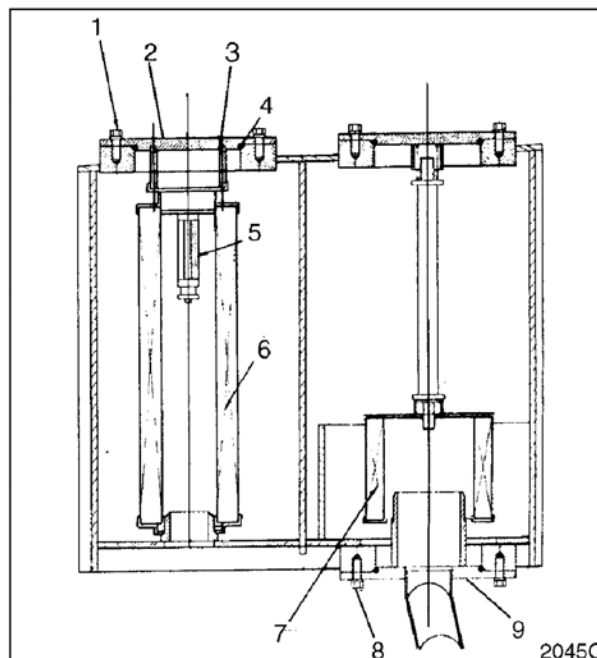

Рис. 59
2. Очистить крышку фильтра (2, рис. 59) и бак вокруг крышки.
3. Снять болты (1, рис. 59) с крышки (2).
4. Снять крышку (2, рис. 59) и уплотнительное кольцо (4) с бака. Удерживать пружину (3), находящуюся под крышкой сапуна. Снять пружину (3).
5. Снять клапан (5, рис. 59) и фильтр (6) с гидробака.
6. Очистить крышку (2, рис. 59) снизу.
7. Установить новый фильтр (6, рис. 59) и клапан (5) в гидробак. Нажимать на основание элемента до тех пор, пока верх элемента не окажется примерно на 4 мм ниже края бака.
8. Установить новое кольцевое уплотнение (4, рис. 59) на крышку (2). Установить пружину (3) на свое место на элементе (6).
9. Установить крышку (2, рис. 59) на место на элемент (6). Вставить болты (1) через крышку (2) и затянуть их.